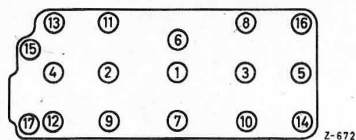

Bild 00-1/1
1) Die Reihenfolge und das stufenweise Festziehen der Zylinderkopfschrauben muß unbedingt beachtet werden, um ein Verziehen des Kopfes zu vermeiden (siehe Bild 00-1/1 und 00-1/2). - Der Kontrollanzug mit 8 mkg ist nach einem 1/2-stündigen Lauf mit 80° C Kühlwassertemperatur durchzuführen. - Die übrigen Schrauben mit Gewinde M 8 bzw. M 10 sind mit dem Handschlüssel festzuziehen.